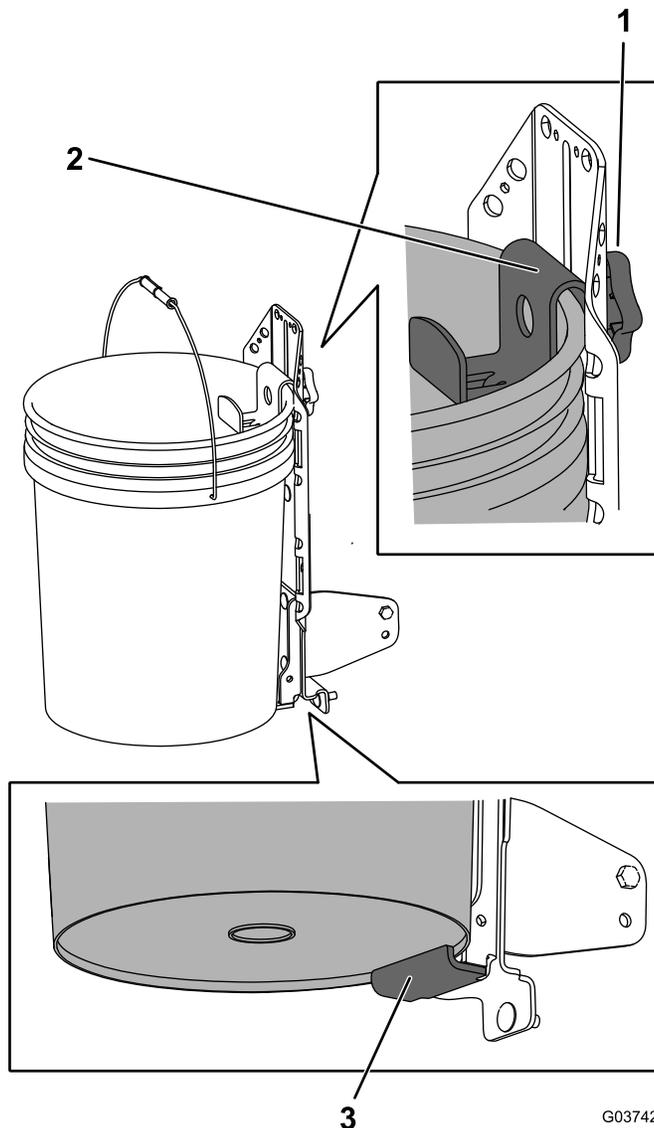

Figura 18
1. Desaperte o manípulo e eleve o balde superior. Aperte o manípulo para o segurar no sítio (Figura 18).
2. Se tiver removido o suporte da dobradiça, coloque a borda inferior do balde sobre o bordo inferior do suporte de apoio soldado (Figura 18).
3. Desaperte o manípulo e desça o suporte superior o mais possível sobre o aro do balde. Aperte o manípulo (Figura 18).